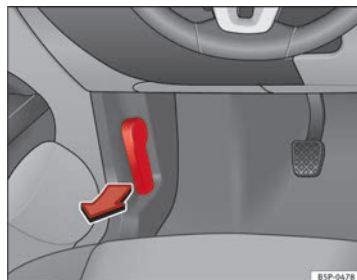

Fig. 164 Détail du plancher du côté du conducteur ; levier d'ouverture du capot-moteur
- Tirez sur le levier qui se trouve sous la planche de bord → fig. 164 dans le sens indiqué par la flèche. Le capot se débloquent grâce à l'action du ressort → ⚠.